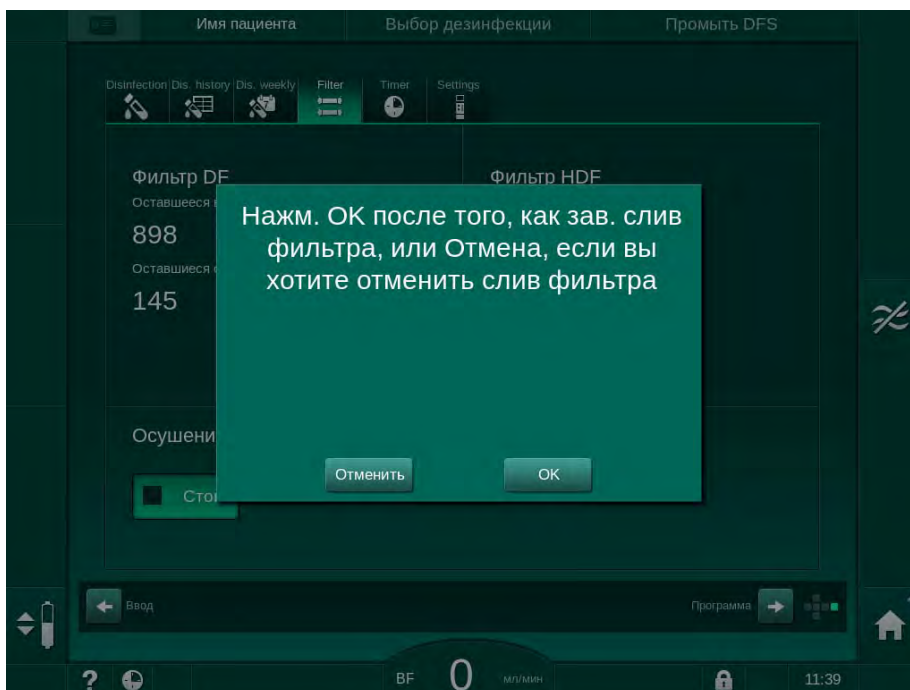

Рис. 7-3 Окно подтверждения замены фильтра
14. Нажмите ОК в окне подтверждения замены фильтра (Рис. 7-3), чтобы подтвердить замену фильтров.
16. Проверьте углубление в гнезде аппарата на предмет остаточной жидкости и очистите его при необходимости (см. Очистка гнезда с выемкой и датчиком утечки (200)).